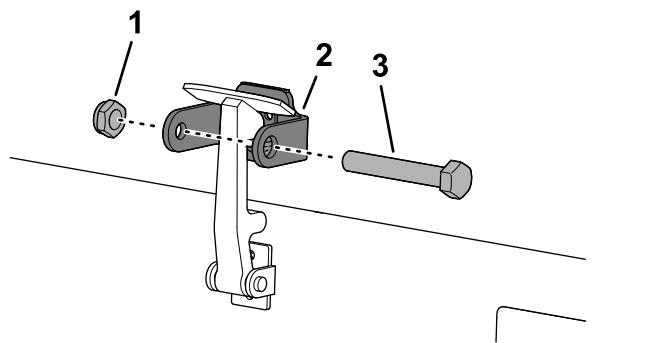

Рисунок 33
- Вверните болт в другой рычаг кронштейна защелки капота для блокировки защелки в надлежащем положении (Рисунок 33).